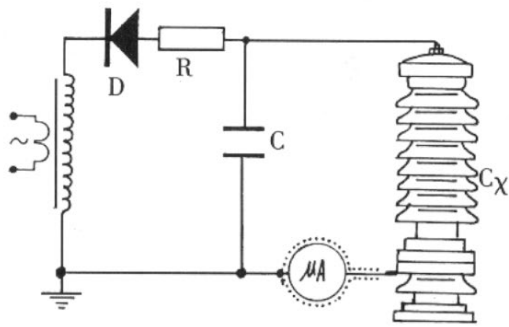
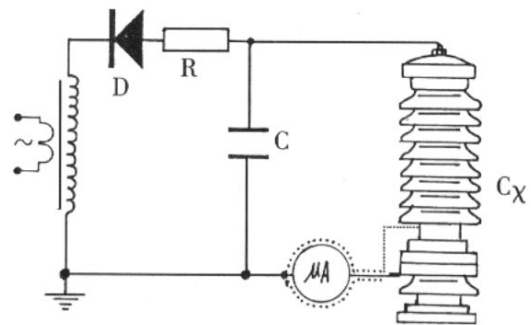

图 6a 微安表接入试品  $C_X$  底部的接线图
图 6b 排除试品  $C_X$  表面影响接线图
5.4.3 对氧化锌、磁吹避雷器等试品接地端可分开的情况下，也可采用在试品的底部(地电位侧)串入电流表进行测量的方式。但也必须使用屏蔽线(见图 6a)。当要排除试品表面泄漏电流的影响，可用软的裸铜线在试品地电位端绕上几圈并与屏蔽线的屏蔽相联接(见图 6b)